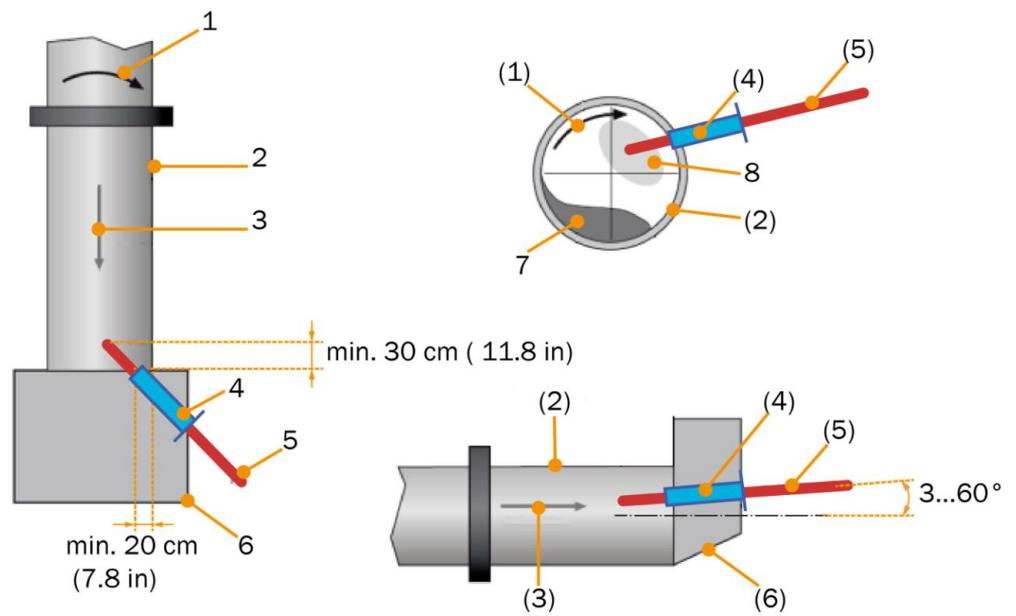
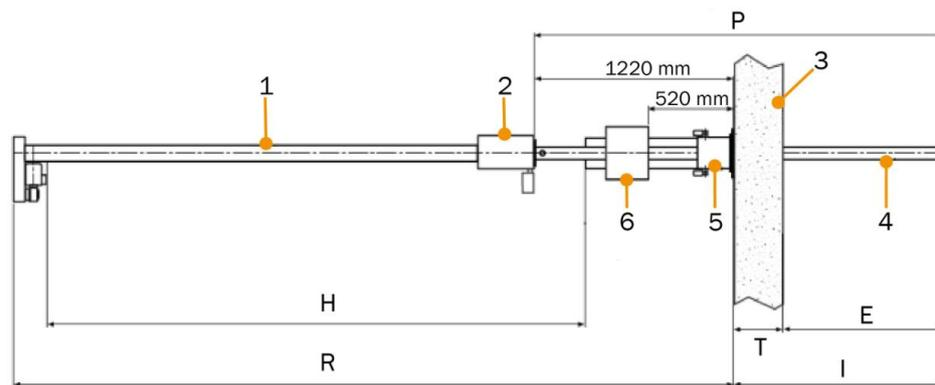

Abb. 17: Position der Sonde im Drehrohrofen
Abb. 18: Abmessungen des SCP3000
- ▶ Die Beziehung zwischen der Sondenlänge, dem Bewegungsweg der Ausfahrvorrichtung und der Einfahrtiefe lässt sich ableiten aus Abb. 17: „Position der Sonde im Drehrohrofen“, Seite 31, Abb. 18: „Abmessungen des SCP3000“, Seite 32.